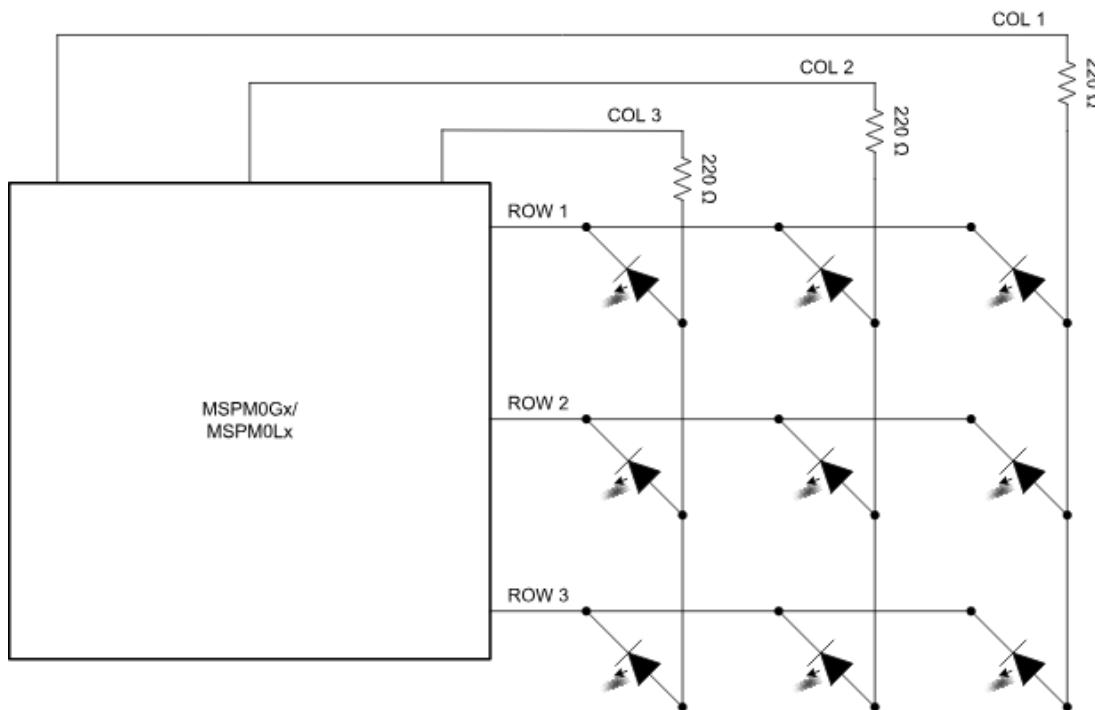

图 77. 子系统功能方框图
**连接二极管矩阵的示例**演示了如何使用矩阵格式减少在使用六个或更多 LED 时所需的 GPIO 引脚数量。此特定示例使用九个 LED 和六个 GPIO 来形成并控制一个  $3 \times 3$  LED 矩阵。矩阵格式创建了一个每个 LED（或二极管）使用两个 GPIO 的网格。这种格式在通过 LED 创建标牌或显示屏时特别有用。LED 矩阵的 GPIO 引脚分为行引脚和列引脚。如图 77 所示，当行引脚连接 LED 的阴极时，矩阵是公共行阴极。公共行阳极是指行引脚连接 LED 的阳极。根据 LED 矩阵中的 LED 配置，行引脚和列引脚被设置为高电平有效或低电平有效。在此子系统示例中，行引脚为低电平有效，列引脚为高电平有效。为了使 LED 矩阵正常运行，必须一次一行控制矩阵中的 LED。本示例的应用程序代码使用状态机连续循环遍历行，以点亮和熄灭 LED。